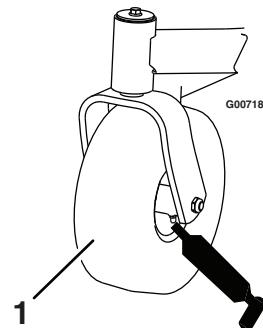
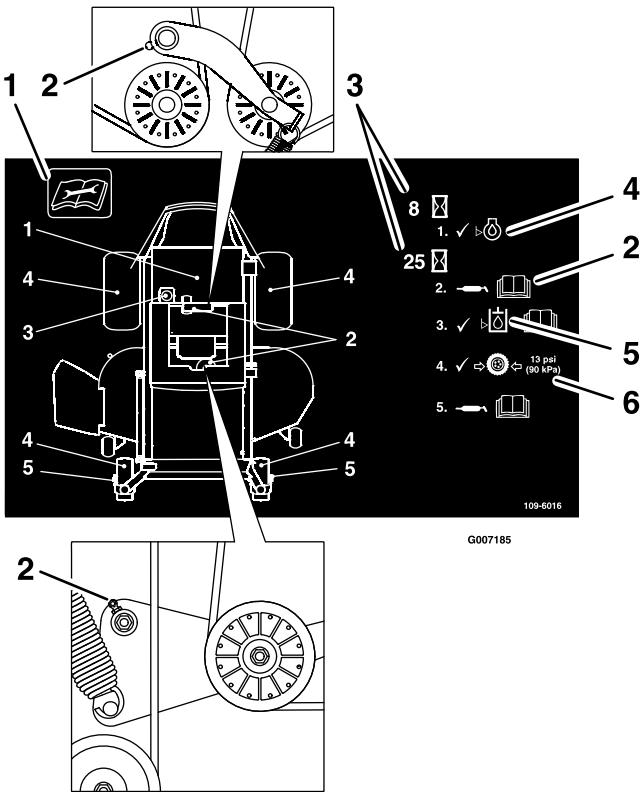

Figure 22
Figure 23
Graissez le pivot des roues pivotantes et les roues (Figure 22).
3. Nettoyez les graisseurs (Figure 22 et Figure 23) à l'aide d'un chiffon. Grattez la peinture qui pourrait se trouver sur les graisseurs.
4. Raccordez une pompe à graisse à chaque graisseur (Figure 22 et Figure 23). Injectez de la graisse dans les graisseurs jusqu'à ce qu'elle commence à sortir des roulements.